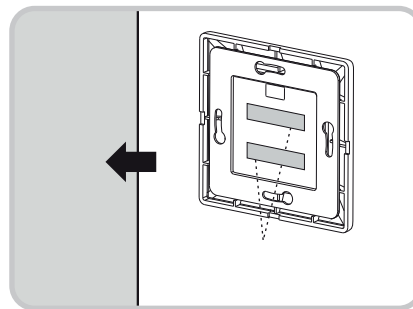

Fig. 6
- på vägg med dubbelhäftande tejp (se Fig. 6)